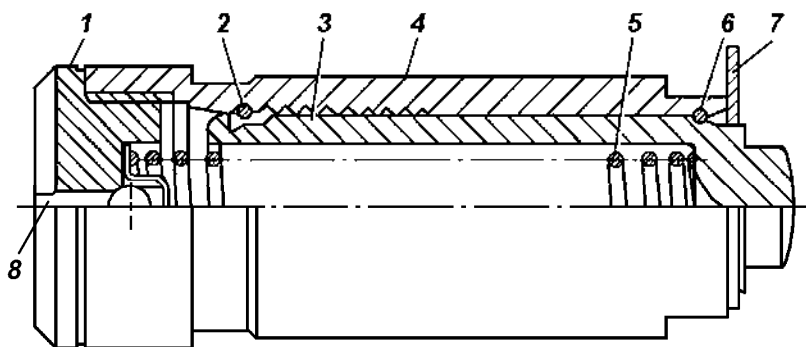

Рис.27. Гидронатяжитель:
**Гидронатяжитель** (рис.27) – стальной, выполнен в виде подобранной по зазору плунжерной пары, состоящей из корпуса 4 и плунжера 3. Гидронатяжитель обеспечивает постоянное натяжение цепи и гашение её колебаний за счет давления масла в системе смазки, и действия пружины плунжерной пары.